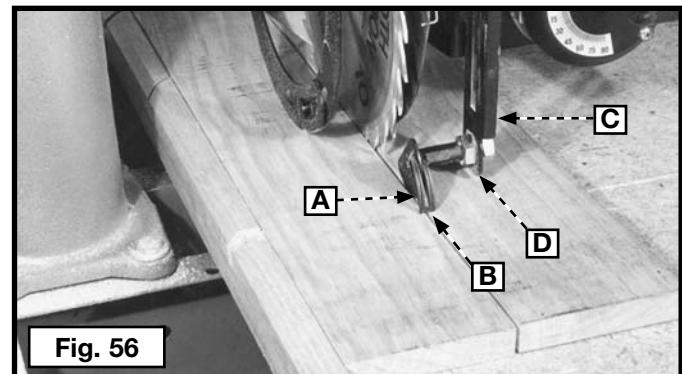

Fig. 56
Durante las funciones de corte longitudinal, el separador (A) Fig. 56 debe quedar en la entalladura de la sierra y los dedos antiretroceso (B) deben tocar la pieza de trabajo para evitar el retroceso.
2. Avance un pedazo de material a través de la sierra (Fig. 56).
4. Ajuste el brazo (C) Fig. 56, para que quede en posición vertical y el separador (A) esté en la entalladura de la sierra.
5. Si el separador (A) Fig. 56 no queda alineado con la entalladura de la sierra, afloje las tuercas hexagonales (D), y la posición del separador (A) dentro de la entalladura de la sierra. Apriete las tuercas hexagonales (D) contra el brazo. El lado recto del separador debe apuntar hacia la hoja (Fig. 56), y los dedos antiretroceso deben descansar sobre la pieza de trabajo.
**AVISO:** El manto de sujeción para el brazo (C) debe estar apretado. Mueva el brazo (C) de adelante hacia atrás para apretar el mango de sujeción con la otra mano, para asegurarse que la abrazadera esté asentada firmemente y apretada.
6. Tire hacia atrás sobre la pieza de trabajo para establecer si los dedos antiretroceso muerden el material y eviten el movimiento hacia atrás. Si fuera necesario, vuelva a ajustar la altura del brazo (C) Fig. 56.